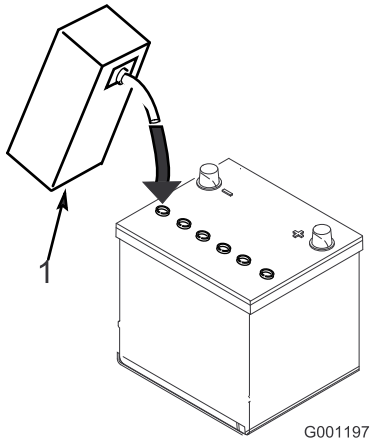

Figure 4
- Versez de l'électrolyte avec précaution dans chaque élément jusqu'à ce que les plaques soient recouvertes par environ 6 mm de liquide (Figure 4).
- Attendez environ 20 à 30 minutes pour que les plaques aient le temps de s'imprégner d'électrolyte. Faites l'appoint au besoin pour que le niveau de liquide monte à 6 mm en dessous du creux de remplissage (Figure 4).